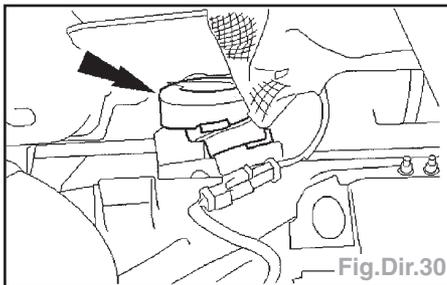

Fig.Dir.30
- Déposer le joint de tablier et plancher de boîtier de direction (Fig.Dir.30).